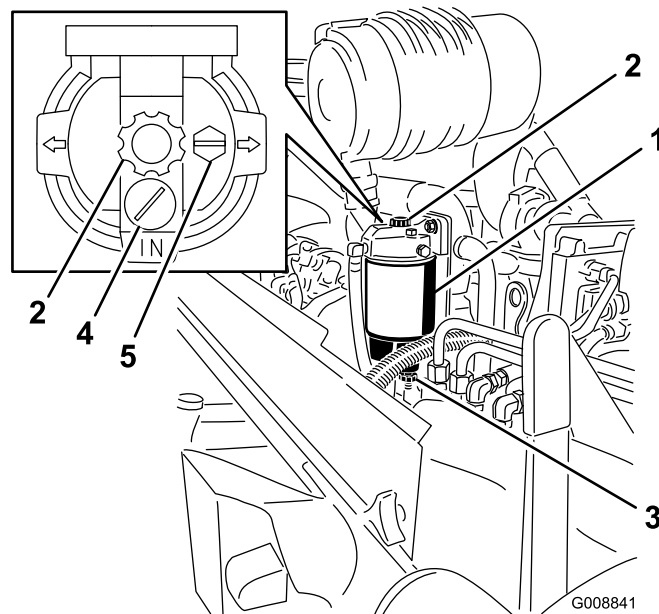

図 62
1. 燃料フィルタの下に汚れのない容器をおく (図 62)。
2. ドレンプラグを開き、ポンプを作動させて、たまっている異物を容器に出す (図 62)。
2. ベントプラグをゆるめるとドレンプラグが開き、燃料とともにたまっていた異物がでてくる (図 62)。